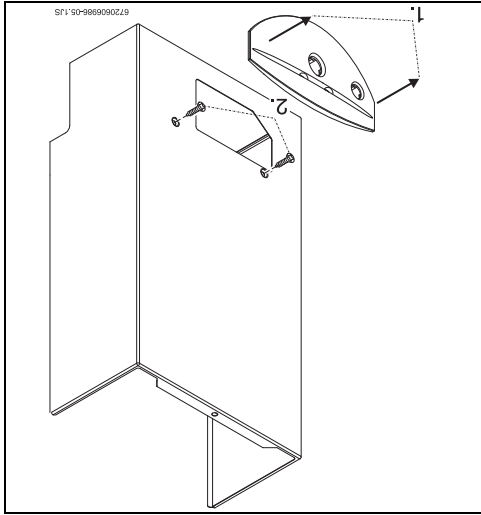

Fig. 16 Enlever la partie frontale.
► Desserter les deux vis (Fig. 16, [2]).
- ▶ Enlever le bandeau de commande de l'appareil : pour ce faire, le tirer légèrement vers soi (Fig. 16, [1]).